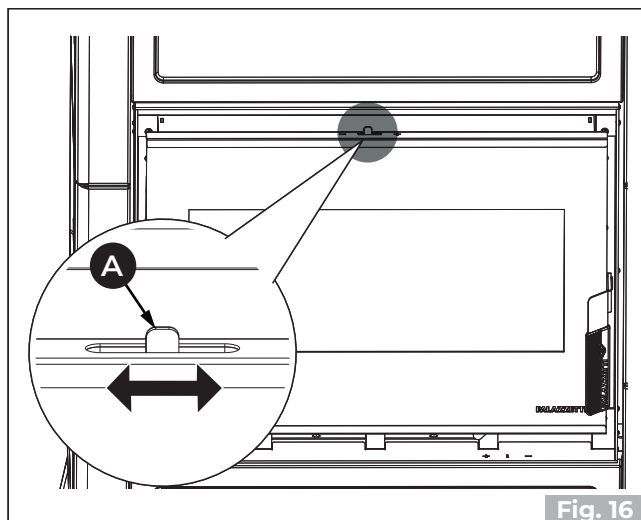

Fig. 16
Durante el funcionamiento de la chimenea es posible favorecer la limpieza del vidrio cerámico a través de la palanca de regulación (A) (Fig. 16) sin tener que abrir la puerta.